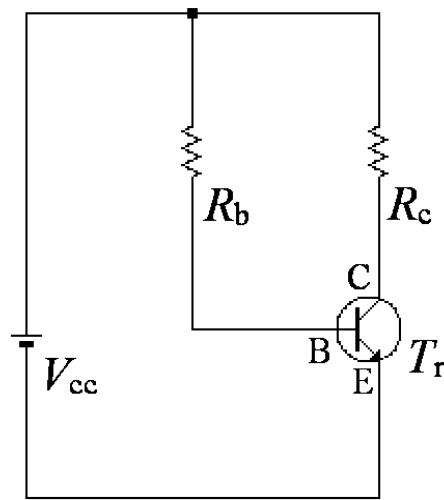

図1 回路図
- (1) 図1において、ベース・エミッタ間電圧  $V_{BE} = 0.6\text{ V}$ とした場合、ベース電流  $I_B$  を求めなさい。